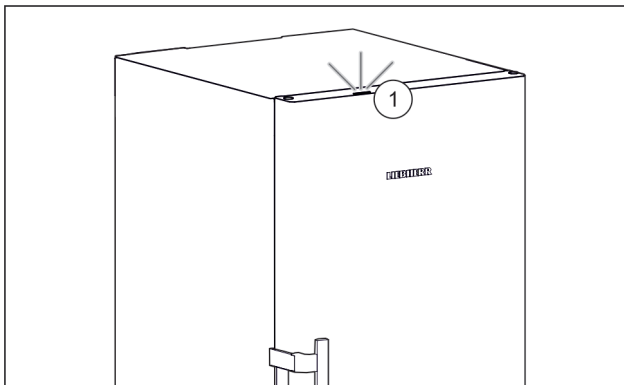

Fig. 51 Voyant d'état actif lorsque la porte est fermée
- ▷ Le voyant d'état Fig. 51 (1) est activé.